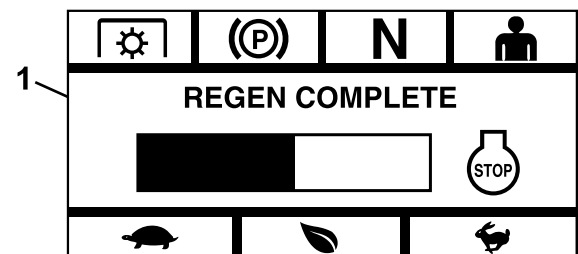

Figura 17
- **Completa** - se il processo è stato completato con successo, il modulo visualizza la schermata Rigenerazione completa (Figura 17). Comprende un grafico a barre del conteggio alla rovescia di 5 minuti.